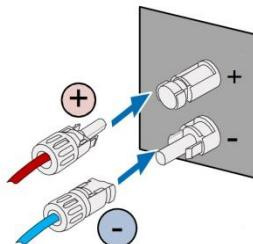

图 5.4 光伏直流组串接入逆变器
(1) 将已经接好光伏组串的正极和负极连接器接入逆变器直流接口的对应位置，确认紧固连接，如图 5.4 所示；
(2) 将直流连接器从逆变器拆卸时，用“一”字螺丝刀尖头部插入连接器中部凸起的孔中，用力将连接器活动端退出即可。